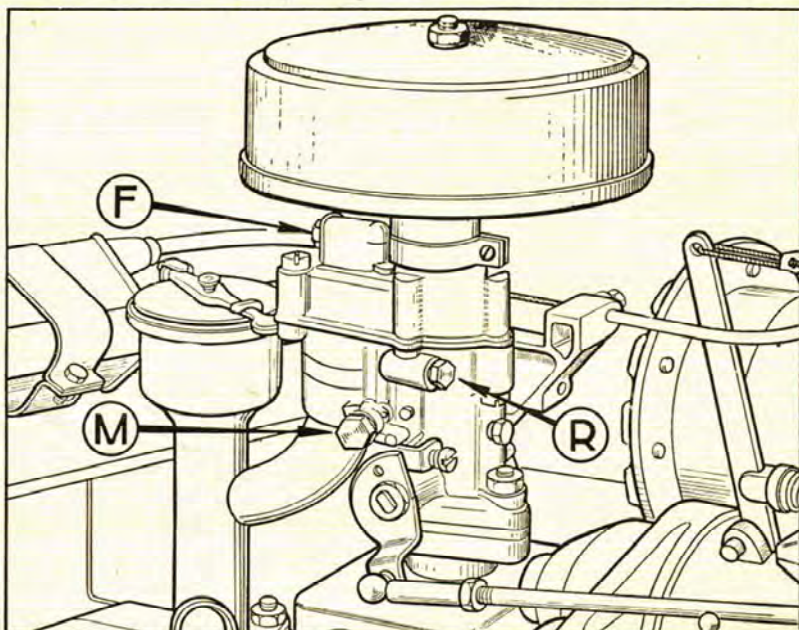

Fig. 6. — CARBURATEUR ET FILTRE A AIR
La figure 6 vous indique les emplacements où vous pouvez, à la rigueur, intervenir pour un nettoyage : gicleur (1) de marche (M), gicleur de ralenti (R) et filtre d'arrivée (F).